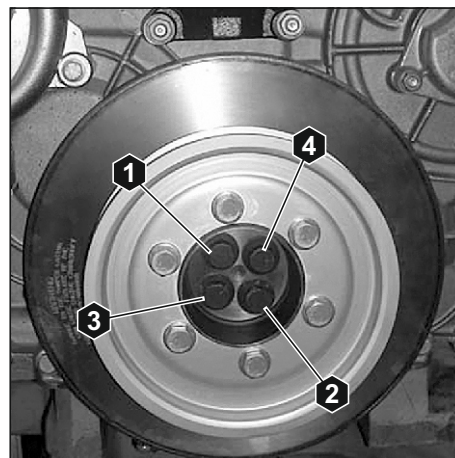

Рис. 139. Установка демпфера.
Установку демпфера производить в порядке, обратном снятию (см. **Раздел 3.6**). Болты крепления демпфера затянуть моментом  $M_{кр} = 60 \pm 6$  Нм и в указанном порядке (см. **Рис. 139**). Проконтролировать дополнительно затяжку болта (1). На резьбы болтов нанести герметик "Локтайт 542".